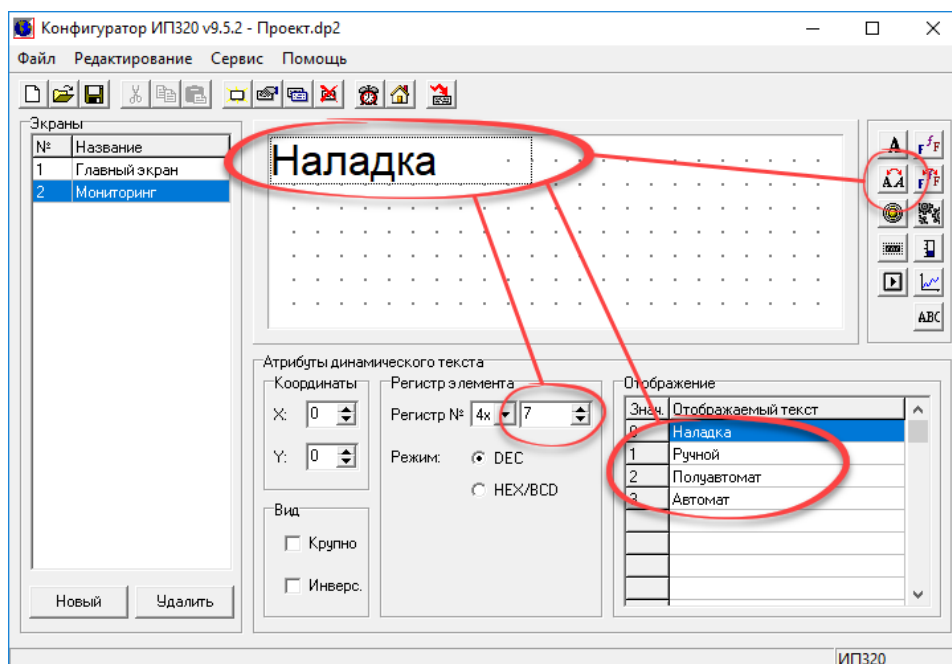

Рисунок 7.5 – Атрибуты динамического текста
12. Используя динамический текст (см. п. 4.4), создать текстовый элемент экрана «Наладка / Ручной / Полуавтомат / Автомат». При задании параметров динамического текста следует указать «Адрес регистра» – № 7 (см. п. 4.7.1). Таким образом, когда регистр №7 будет принимать значение «0», на Экране№2 будет отображаться надпись «Наладка», при значении регистра «1» – надпись «Ручной», при значении регистра «2» – надпись «Полуавтомат», при значении регистра «3» – надпись «Автомат» (см. рисунок 7.5).